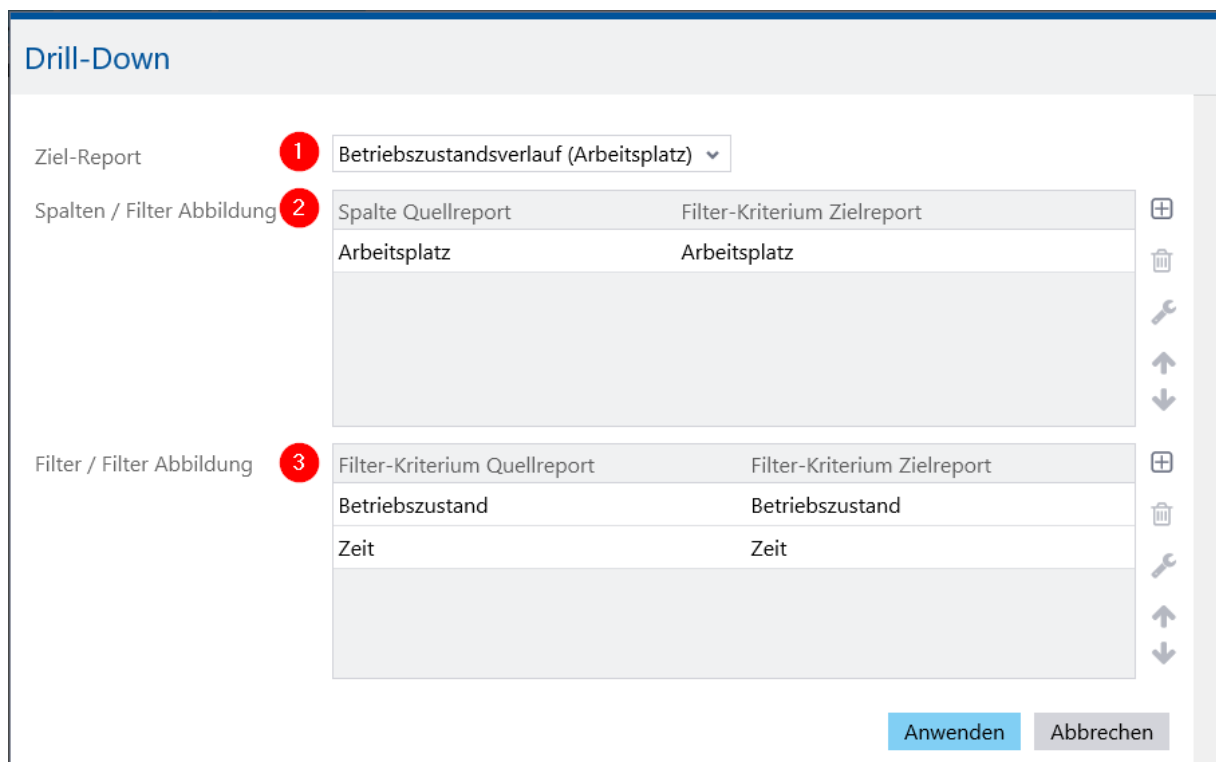

Bild 163: Konfigurationsdialog eines Drill-Downs
2. Im Konfigurationsdialog (siehe Bild 163) einen **Zielreport** auswählen, auf den der Drill-Down führen soll.